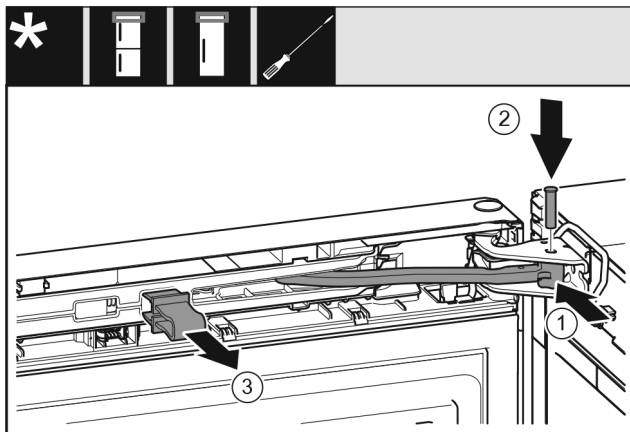

Fig. 21
- ▶ Otočte kloub ve stojanu ložiska. *Fig. 21 (1)*
- ▶ Vložte čep do stojanu ložiska a kloubu. Přitom dávejte pozor, aby byla zajišťovací vačka správně usazena v drážce. *Fig. 21 (2)*
- ▶ Vytáhněte pojistku. *Fig. 21 (3)*